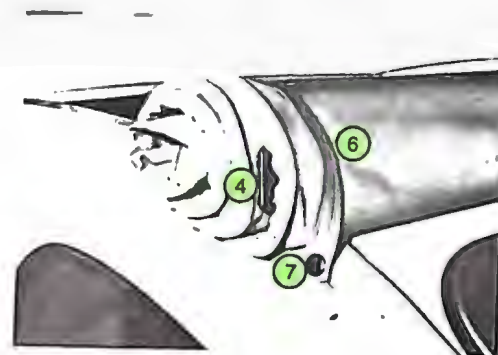

Abb. 28 – Ganzöffnung des Rollverdecks
Das Rollverdeck bis zur Heckscheibe aufrollen und mit Spannbändern (6) an den Druckknöpfen (7) befestigen (Abb. 28).